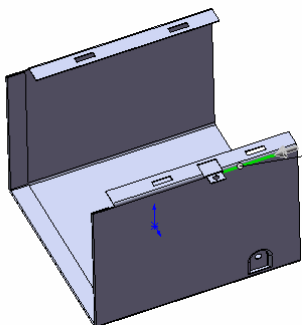
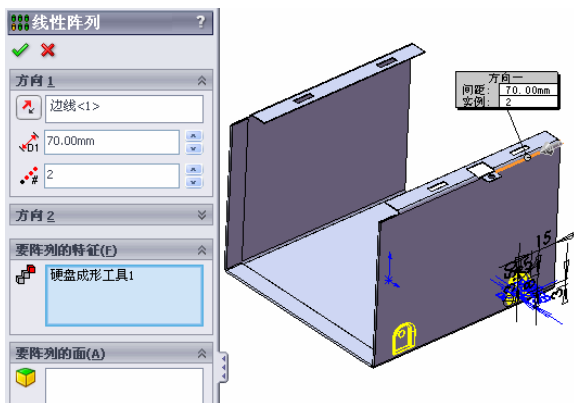
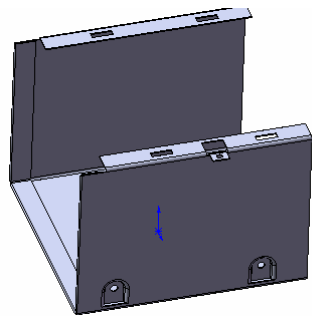

图 10-111 选择阵列方向
图 10-112 线性阵列“硬盘成形工具 1”
图 10-113 线性阵列生成的特征
③ 线性阵列成形工具。选择菜单栏中的“插入”→“阵列/镜像”→“线性阵列”命令,或者单击“特征”工具栏中的“线性阵列”图标,弹出“线性阵列”PropertyManager 对话框,在对话框中的方向 1 的“阵列方向”栏中单击鼠标,拾取钣金件的一条边线,单击按钮切换阵列方向,如图 10-111 所示,在“间距”栏中键入数值:70,然后在 FeatureManager 设计树中单击“硬盘成形工具 1”名称,如图 10-112 所示,单击“确定”图标,完成对成形工具的线性阵列,结果如图 10-113 所示。